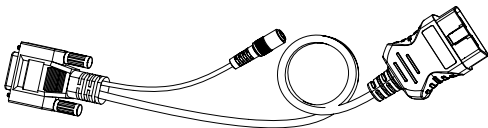

Figura 2.1.4
9. Cable de Diagnóstico con Conector DB15 Hembra y Conector OBD-II de 16-pines. (Ver la Figura 2.1.4)